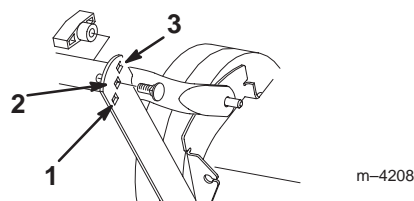

Figure 12
La hauteur du mancheron peut être réglée dans trois positions: haute, moyenne et basse (Fig. 12). Choisir la position la plus confortable pour l'utilisateur.
1. Retirer les boutons et boulons de fixation du mancheron inférieur aux pattes de support (Fig. 12).
2. Rattacher le mancheron aux pattes de support à l'aide des deux boutons et des deux boulons insérés par l'extérieur dans les trous qui conviennent le mieux à la hauteur de l'utilisateur (Fig. 12).